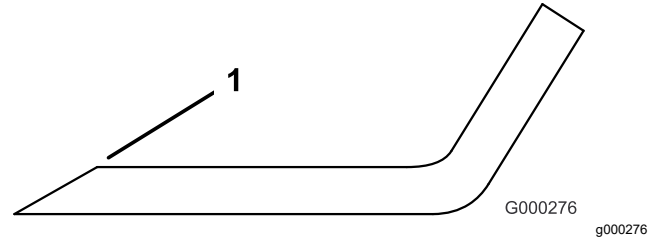

Figura 74
1. Utilice una lima para afilar el filo de corte en ambos extremos de la cuchilla (Figura 74).
Nota: Si la cuchilla no está equilibrada, rebaje algo el metal en la parte de la vela solamente con una lima (Figura 74).